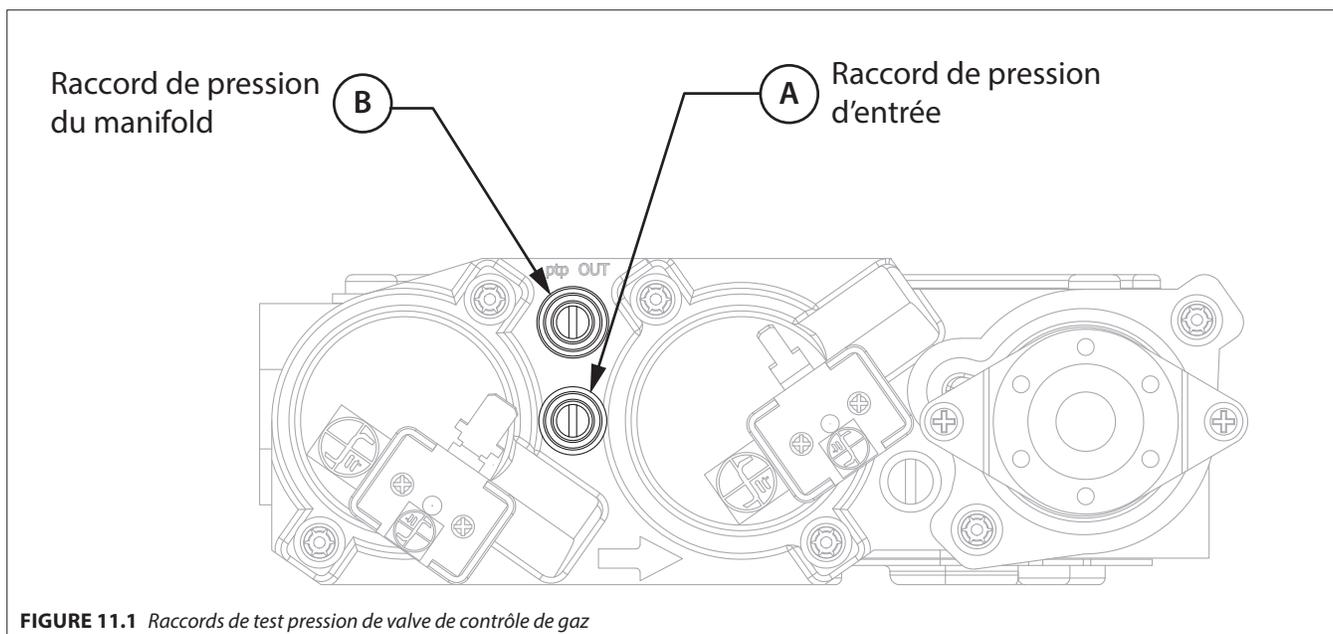

FIGURE 11.1 Raccords de test pression de valve de contrôle de gaz
1. Desserrer la vis du raccord de test de pression d'entrée («IN») en sens antihoraire. Voir (A) à la Figure 11.1.
2. Desserrez la vis du raccord de test de pression du manifold («OUT») en sens antihoraire. Voir (B) à la Figure 11.1.